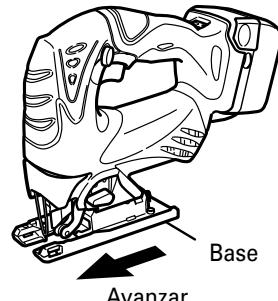

Fig. 17
- (2) Mueva la base completamente hacia adelante (Fig. 17), y vuelva a apretar el perno de la base.